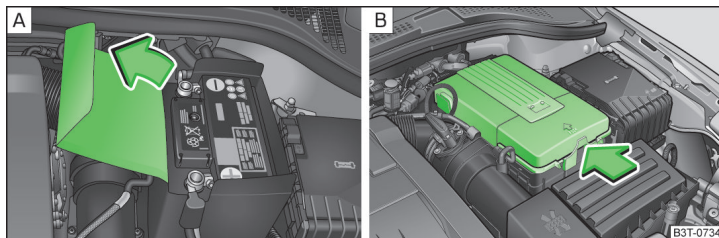

Fig. 169 Cubierta de poliéster de la batería del vehículo / Cubierta de plástico de la batería del vehículo
La batería se encuentra en el vano motor, en algunos equipamientos bajo la cubierta de poliéster » fig. 169 o en el compartimento del maletero » página 106.
- Abra la cubierta de la batería en la dirección de la flecha » fig. 169 - A y/o presione el enclavamiento en el lado de la cubierta de la batería en la dirección de la flecha » fig. 169 - B.